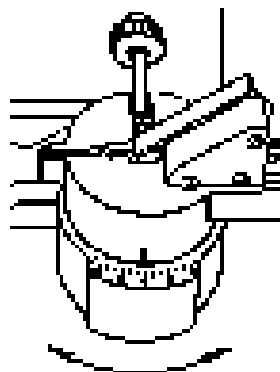

Рис. 7 Выбор угла заточки
2. Выберите необходимый угол заточки от 0° до 30° в зависимости от типа цепи и поверните рабочий стол на соответствующий угол по шкале (рис.7). В большинстве случаев, цепи имеют угол заточки $25^\circ - 30^\circ$.